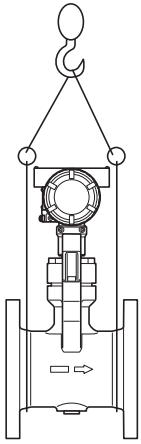

图2.2 吊起方法
- (3) 使用后存放涡街流量计时,要彻底清洁流量计,确保其管道内和发生体上没有残留测量流体。
- (4) 如果将涡街流量计运至安装现场并在未安装的情况下存放,雨水可能会进入内部,并损害仪表的性能。将涡街流量计运至安装现场后,请立即进行安装、接线和其他安装工作。
- (5) 涡街流量计是重型仪表。搬动涡街流量计时，至少由两个人使用手推车搬运。吊运仪表时，应按图2.2所示的方法吊起。